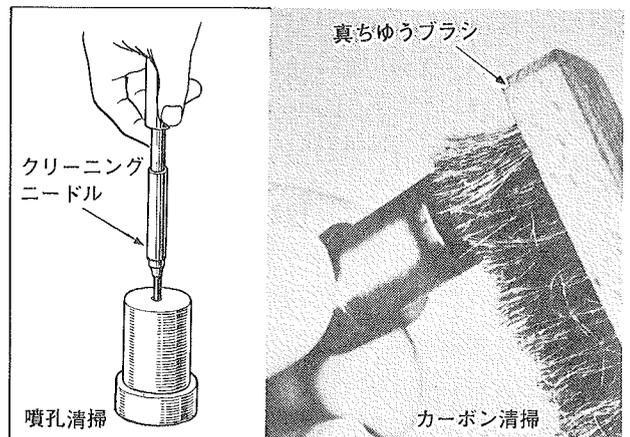

図4-315 ノズル ボデー清掃
- (2) ノズル ボデー噴孔は、図4-315のようにクリーニング ニードルで清掃する。
- (3) ノズル ボデー外部（ラッピング角を除く）のカーボンは、図4-315のように真ちゆうブラシで行なう。
- (4) ノズル ニードルに付着したカーボンは、木片で清掃を行なう。